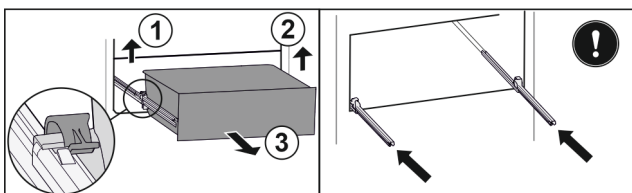

Fig. 102
- ▶ Приподнимите левый зажим и одновременно вытяните движением вперед выдвижной ящик слева. Fig. 102 (1)
- ▶ Приподнимите правый зажим и одновременно вытяните движением вперед выдвижной ящик справа. Fig. 102 (2)
- ▶ Извлеките выдвижной ящик движением вперед. Fig. 102 (3)